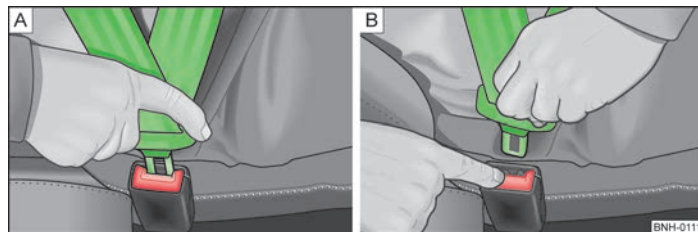

Bild 81 Sätta på/ta av säkerhetsbälte
- » Stick in låstungen i bälteslåset **» bild 81 - A** för sätet tills den klickar i hörbart. ►
► Tryck in den röda knappen i bälteslåset » bild 81 - [B], låstungen hoppar ut.